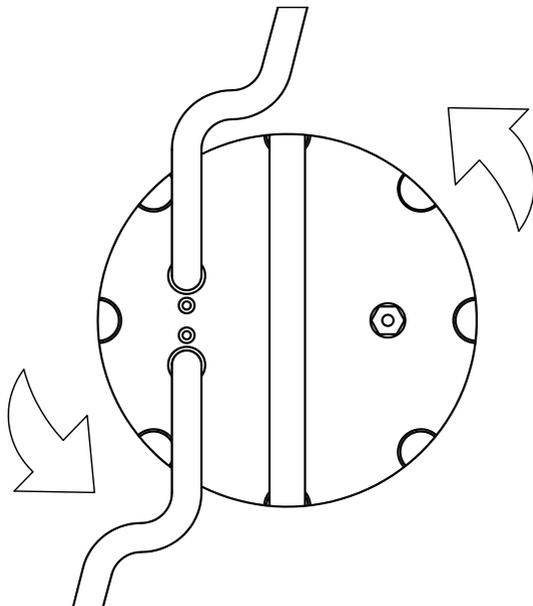

Fig. 2
3. Osservare attentamente il contraccolpo all'avviamento, guardando l'elettropompa dall' alto. Se il senso di rotazione è giusto, la calotta superiore si muoverà in senso antiorario come indicano le frecce nel disegno (FIG 2).